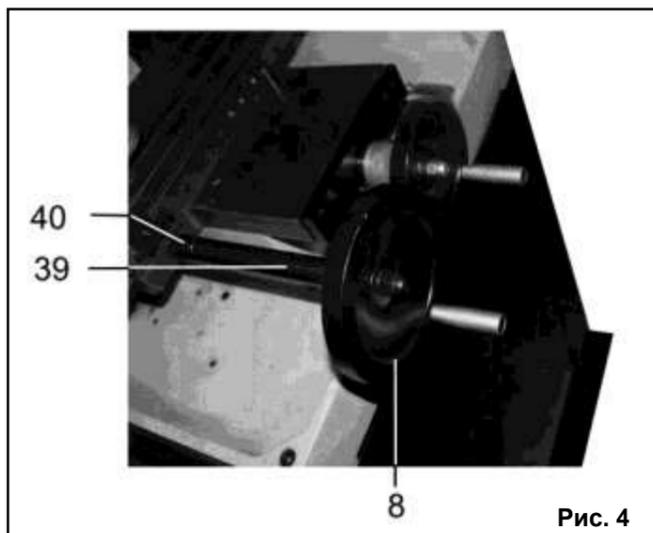

Рис. 4
Установка маховика (8), Рис. 2а, производится путем введения в зацепление вала (39) с валом (40), Рис. 4.